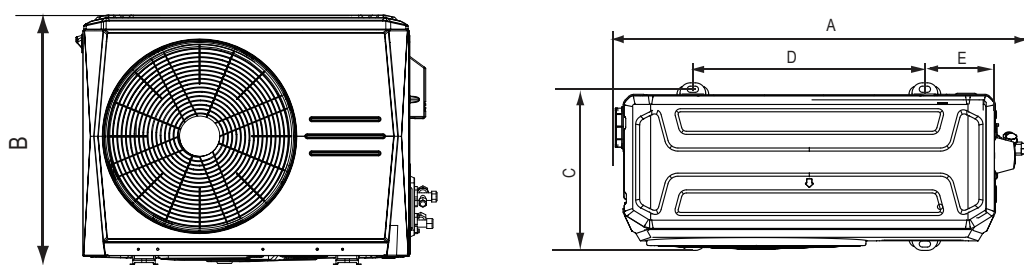

Fig. 4-2
4.1.1 Unità esterna, cfr. Fig. 4-2, Fig. 4-3 e Tabella 4-1. (Unità: mm)